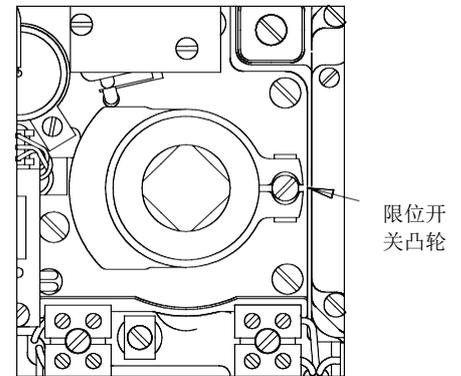

图6b. 数字式EL电气定位器开关触发器。金属联轴器型。打开产品，顶视图。
**5.2.2 金属联轴器凸轮**通过松开图6b中所示的螺钉进行调整，移至所需位置后重新拧紧。首先设置杠杆凸轮。确保凸轮的夹持部分在执行器的任何移动位置都不会触碰开关。